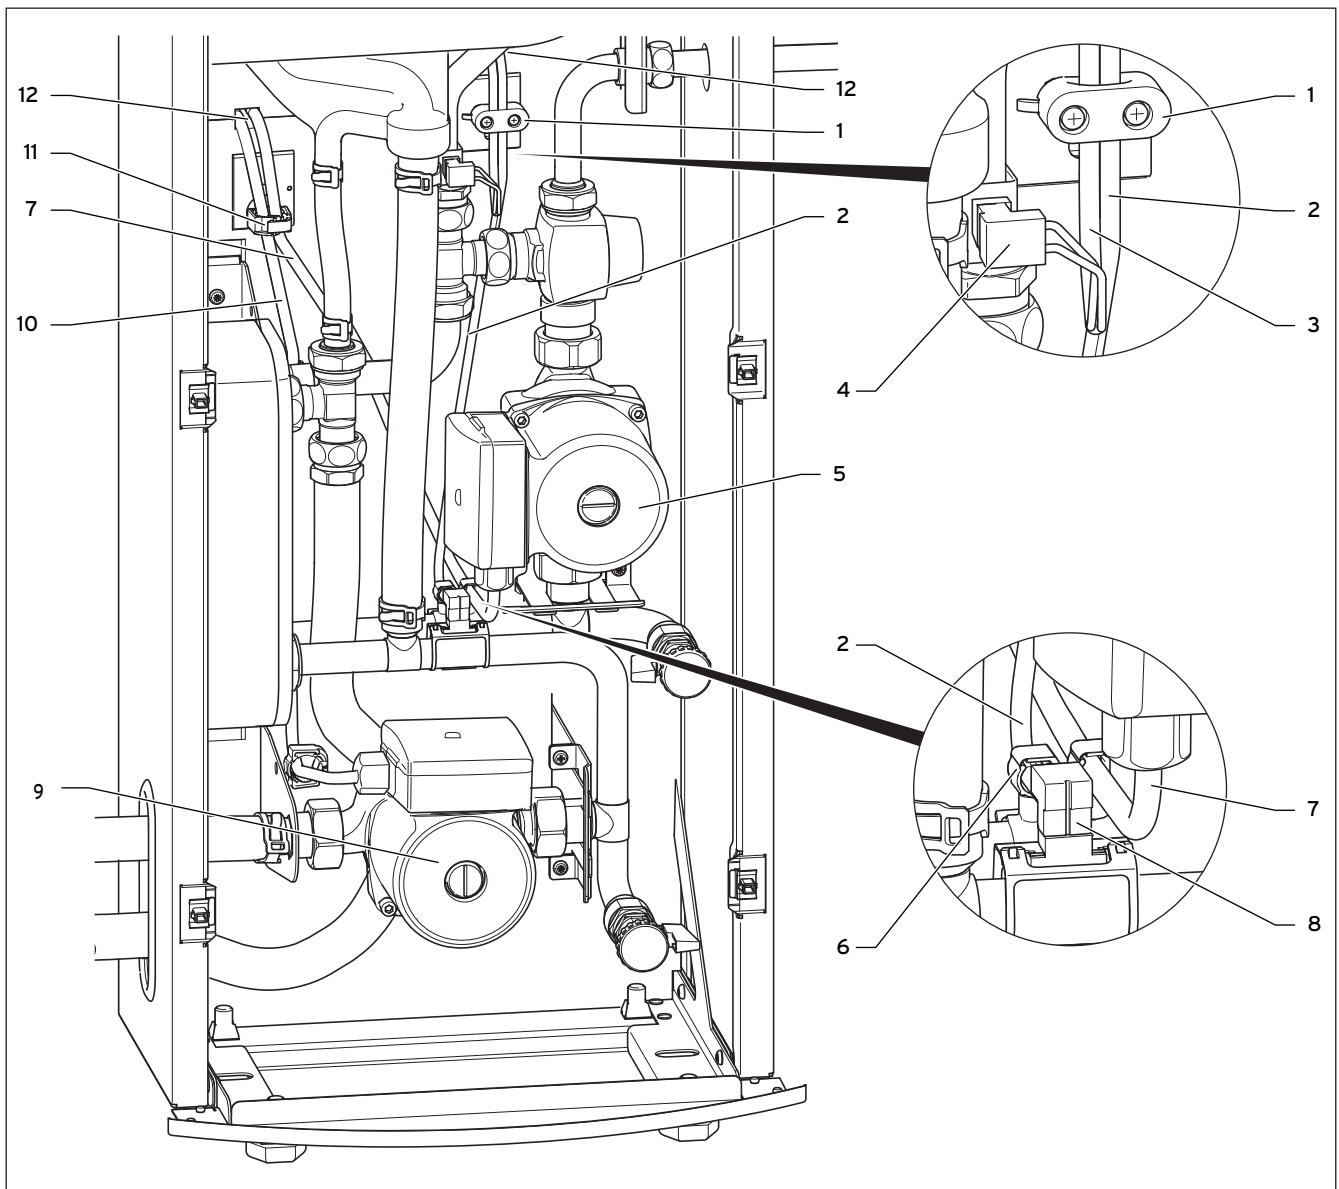

Abb. 4.2 Verkabelung Wärmeauskopplungsmodul
- Führen Sie die Kabel durch die Kabelführung (→ Abb. 4.2, Pos. 11).
- Führen Sie die Kabel durch die Kabeldurchführung (→ Abb. 4.2, Pos. 12).